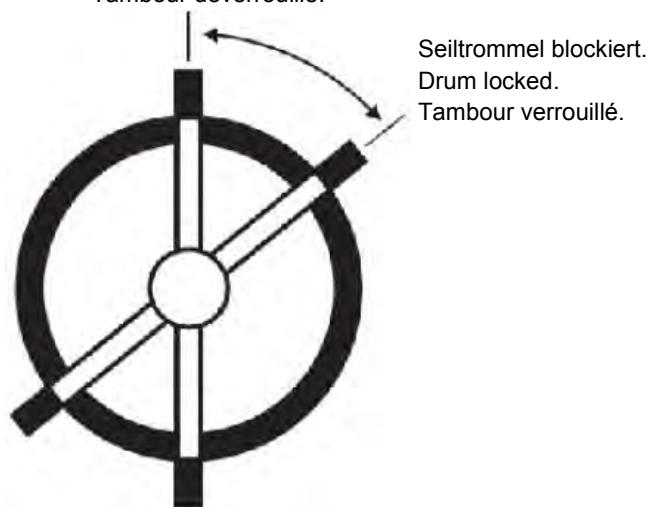

Fig. 8
- g) Attacher l'extrémité du câble métallique à la poulie et serrer avec la vis sans tête (47).
- h) Attacher la charge au crochet inférieur et relâcher le mécanisme de verrouillage du tambour (voir Fig. 8).
- a) Retirer la totalité du câble métallique (34) et verrouiller le tambour à l'aide verrou manuel. Tirer la butée (11) et tourner dans le sens des aiguilles d'une montre (30°) pour la placer dans la fente inférieure en position verrouillée (Fig. 6/Fig. 8).
- b) Retirer la charge/l'appareil du crochet inférieur (42). Relâcher totalement la tension du ressort en tournant la vis (50) dans le sens inverse des aiguilles d'une montre.
- c) Retirer la vis (50) et la butée (51) de l'équilibrer.
- d) Retirer le cadran gradué (31) en dévissant la vis (32). Tous les modèles ne sont pas équipés de cadran gradué.
- e) Retirer les vis sans tête (13) et les écrous de serrage (49).
- f) Retirer les vis (29) et le couvercle du boîtier (48). Sorter le bloc-ressort (18), le palan à tambour (33) et l'arbre central (14) du boîtier.
- g) Retirer la vis sans tête (47) et l'ancien câble de la poulie.
- h) Insérez un nouveau câble métallique dans l'équilibrer et attacher l'extrémité du câble à la poulie en serrant avec la vis de pression (47).
1. Le verrou manuel du tambour soit engagé (Fig. 8).
- Pour relâcher le verrou manuel du tambour, tirer sur la butée (12) et tourner dans le sens inverse des aiguilles d'une montre (30°) pour la placer dans la fente supérieure en position relâchement (voir Fig. 6/Fig. 8).
2. La goupille de verrouillage de sécurité (25) soit engagée car la tension du ressort est réglée au minimum de ses capacités.
- La charge/l'appareil peut être déplacé d'environ 70 à 140 mm. Si la charge/l'appareil remonte après avoir été descendu puis relâché, tourner la vis (50) dans le sens inverse des aiguilles d'une montre jusqu'à ce que la charge/l'appareil redescende. Si la charge/l'appareil redescend après avoir été soulevé puis relâché, tourner la vis dans le sens des aiguilles d'une montre jusqu'à ce que la charge/l'appareil remonte.
- b) Retirer les vis sans tête (14) et tous les écrous de serrage (48) pendant qu'une personne retient manuellement la charge/l'appareil.
- c) Retirer la charge/l'appareil du crochet inférieur (42) lorsque le câble métallique est totalement rétracté dans le tambour. Vérifier que la masse (poids) de la charge/l'appareil retiré corresponde aux capacités de l'équilibreur.
- d) Attacher un poids (conforme aux limites de capacité) au crochet inférieur (42) et régler la tension du ressort.